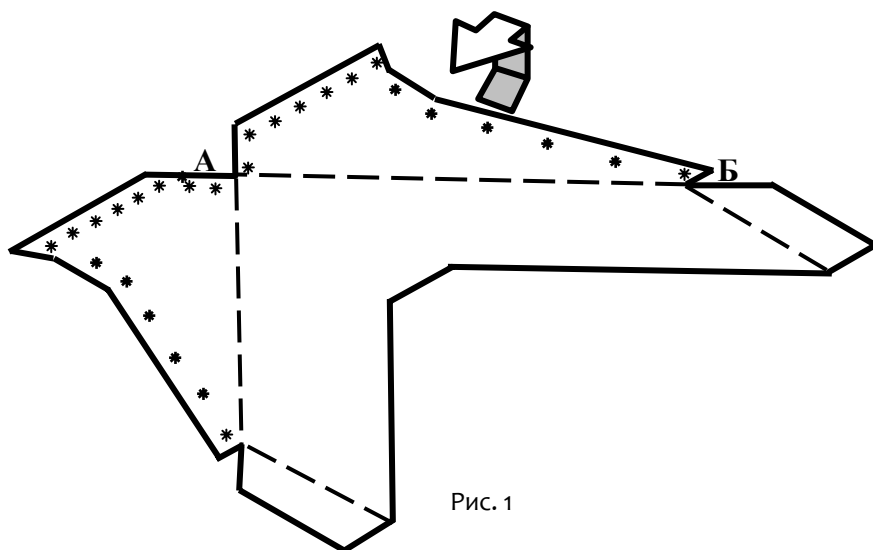

Рис. 1
1. По линии **А-В** загнуть боковую часть детали **1**, предварительно нанеся капли клея на места, отмеченные звездочками (рис. 1)